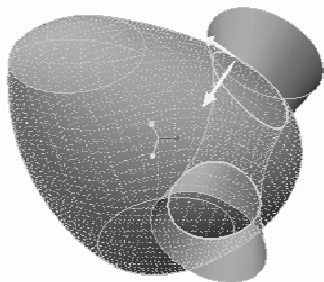

图 7-99 改变要保留的面组部分
- 9 单击“合并”按钮, 接着在“合并”选项卡中单击“改变要保留的第一面组的侧”按钮, 并单击“改变要保留的第二面组的侧”按钮, 使要保留的面组侧如图 7-99 所示。